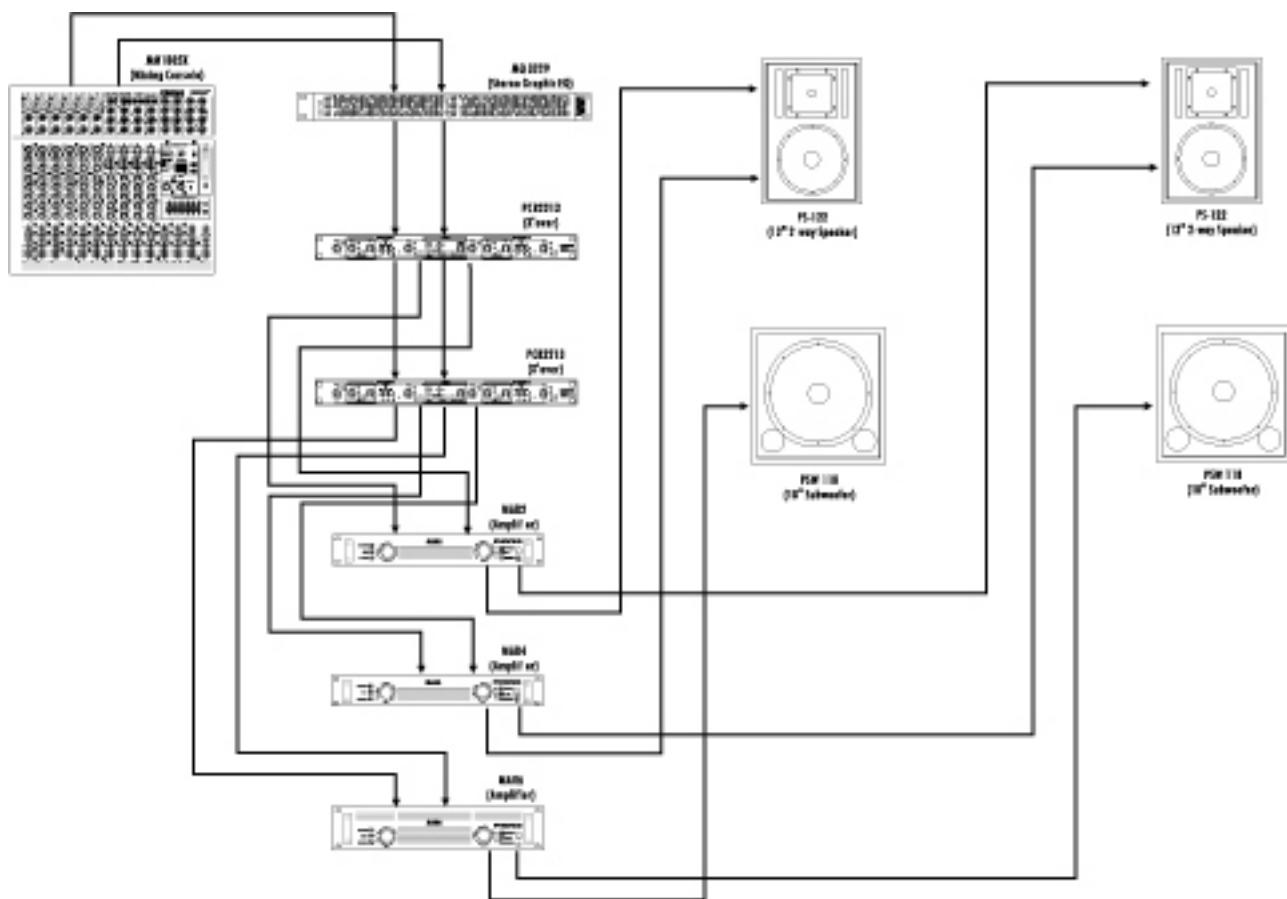

Рисунок 4: ТИПОВАЯ АКТИВНАЯ ДВУХПОЛОСНАЯ СИСТЕМА +САБВУФЕР.
2.4 СТЕРЕО АКТИВНАЯ ДВУХПОЛОСНАЯ С САБВУФЕРОМ (см. рисунок 4).